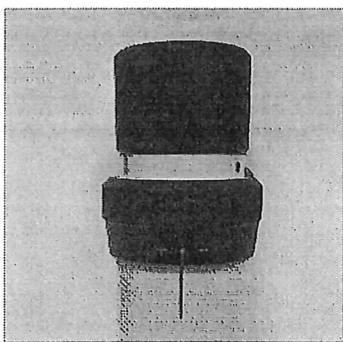

Figura 28 - Dioptría
- Primero coloque el ajuste de los bloques del ocular en la dioptría neutra y luego haga esto para ambos bloques. Si los bloques del ocular se colocan en dioptrías diferentes, será difícil tener un enfoque preciso y regular (figura 28).